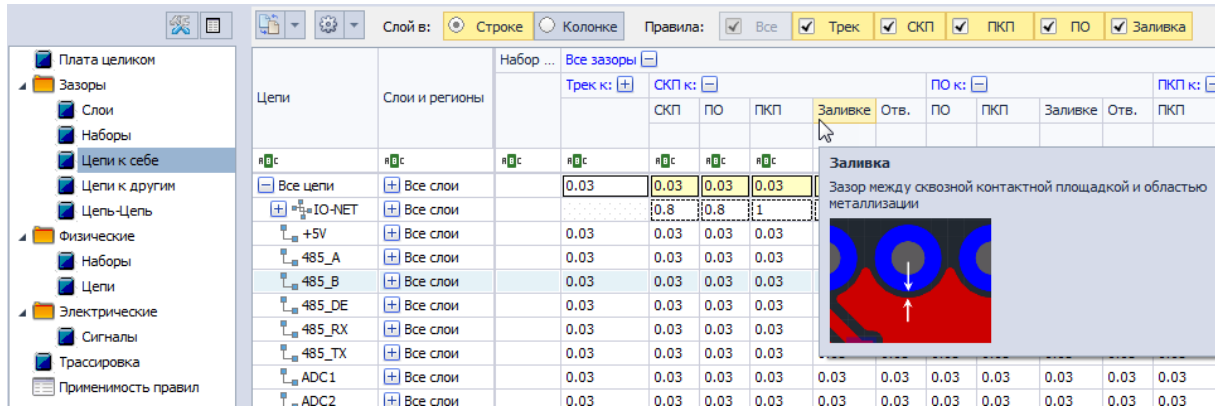

Рис. 14 Зазор между сквозной контактной площадкой и областью металлизации
- Зазор между СКП и Заливкой обозначается как «СКП к Заливке», Рис. 14.